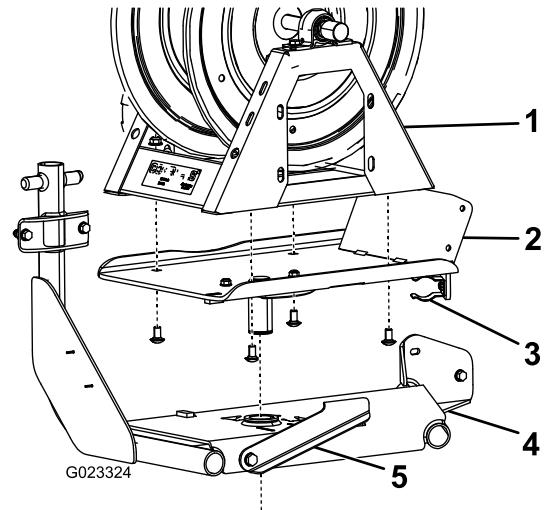

图 9
2. 使用 4 个托架螺栓和 4 个凸缘螺母 3/8 英寸将转盘连接到软管卷的底部图 9。
3. 将转盘放入软管卷框架的孔中图 9。